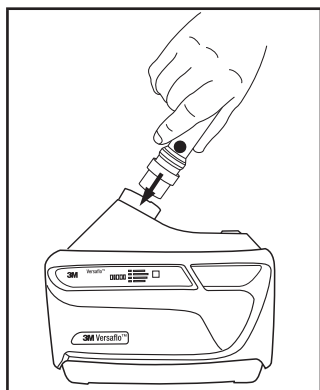

Fig. 16-1 – Fixando o indicador do fluxo de ar
- Insira o indicador de fluxo de ar TR-971 na saída da unidade motor/ventilador TR-600. Se a traquéia estiver no lugar, deve ser retirado para permitir que o indicador do fluxo de ar seja inserido (Fig. 16-1).